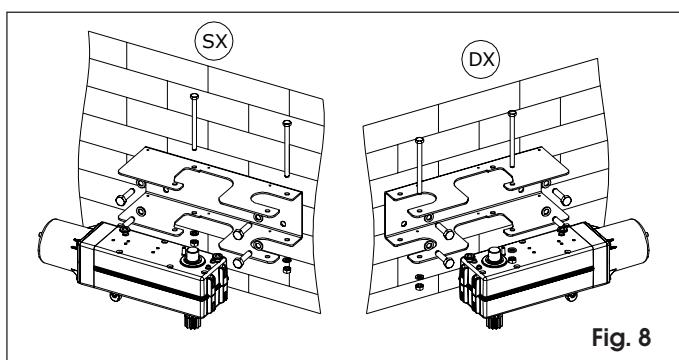

Fig. 8
- Fissare, verificando la perfetta orizzontalità, la piastra base al pilastro utilizzando viti Ø10 e adeguati tasselli (fig. 8).
- Inserire il gruppo motoriduttore nella piastra base e fissarlo con le due viti e relativi dadi e rondelle elastiche (fig. 8).